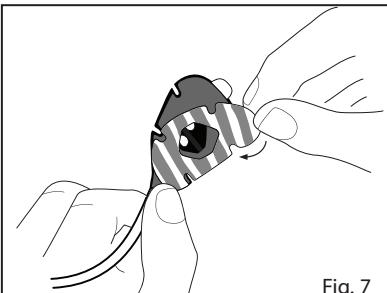

Fig. 7
3. Se reporter à la **figure 7**. Retirez le papier de protection qui recouvre le tampon.